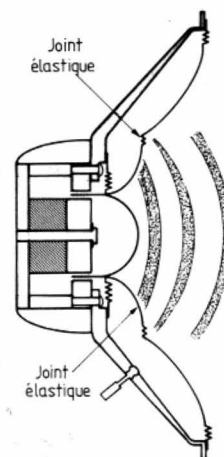

Fig. 43. - Haut-parleur à 2 membranes couplées élastiquement (réalisation Altec-Lansing).
– soit deux membranes actionnées par une bobine mobile unique (fig. 43), la version la plus classique étant la membrane composite à cône d'aigu ;